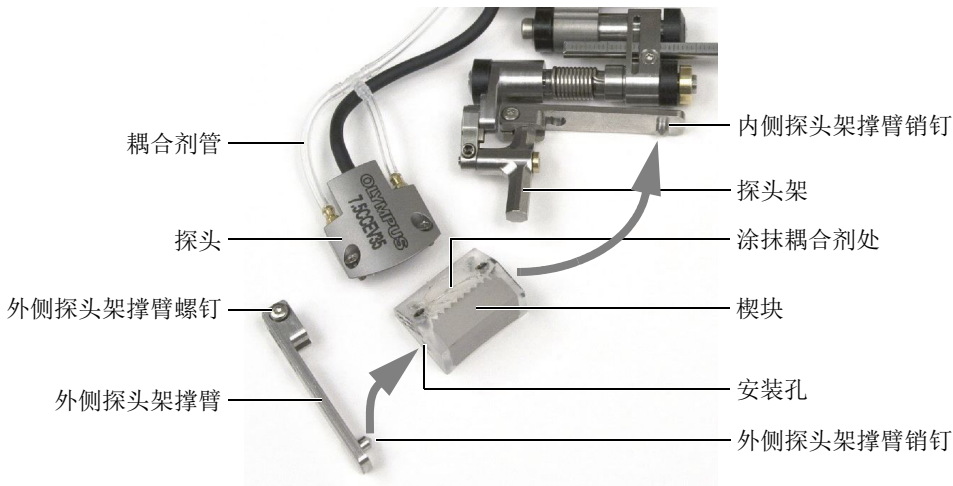

图 2-4 在扫查器上安装探头和楔块
5. 将内侧探头架撑臂的销钉插入到楔块的安装孔内（参见第 20 页的图 2-4）。